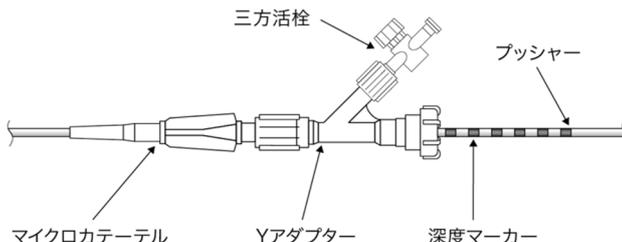
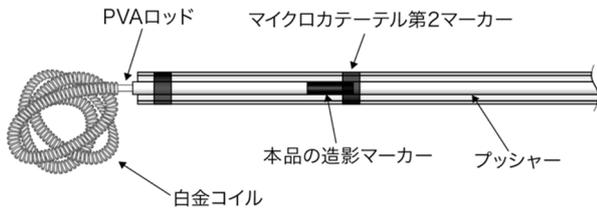

図 2. 深度マーカーの到達状態概略図
図 7. 造影マーカの位置合わせ状態概略図
本品の深度マーカーは、有効長 150cm のマイクロカテーテルとの併用を意図して設計されている。深度マーカーは、有効長 150cm のマイクロカテーテルに本品を挿入していく際、マイクロカテーテルに接続した Y アダプターの手元側に深度マーカーが到達した状態 (図 2) で、マイクロカテーテルの先端から白金コイル先端が出ない位置を示している。
(3) 本品の挿入
- ① 本品を破損させないようにシースをケースからゆっくり引き出す。
- ② 本品を挿入する前に、シースを透かしてプッシャーと白金コイルが直接接触していないことを確認する。
- ③ 本品挿入のためにアダプターのリングを緩める。
- ④ シース先端を破損させないように注意しながらしっかりとマイクロカテーテルのポートに突き当て、白金コイル及びプッシャーを変形させないように、ゆっくりとプッシャーを押して本品をマイクロカテーテル内に挿入する。[シース先端を破損させたり突き当てが不十分な場合は白金コイルがスタックしたりするおそれがある。]
- ⑤ プッシャーを後端までシース内に押し込んだ所で、シースをマイクロカテーテルのポートから外し、露出したプッシャーを固定しながらプッシャー後端部からシースを取り除く。
- ⑥ プッシャー近位端に深度マーカーがあることを確認する。
- ⑦ 図2の通り、マイクロカテーテルに接続されたYアダプターの手元側に深度マーカーが到達するまで、プッシャーを注意して進める。
- ⑧ X線透視下でマイクロカテーテルの先端まで白金コイルを進め、本品の白金コイル後端がマイクロカテーテルの第2マーカー(手元側)を越えたことを確認する。
- ⑨ EDクリップを本品のプッシャー後端に接続し、赤ランプの点灯ならびにブザーの連続音が鳴ることを確認する。[本品の白金コイル後端がマイクロカテーテルの第2マーカー(手元側)を越える前に接続すると、離脱装置が反応しないことがある。その場合は、一旦EDクリップを外して、本品の白金コイル後端がマイクロカテーテルの第2マーカー(手元側)を越えたことを確認してから離脱装置のRESETボタンを押す。]
(4) 白金コイルの離脱(デタッチ)
- ① X線透視下で、マイクロカテーテルの先端が適切な位置にあることを確認しながら、ゆっくりと白金コイルを押し出す。
- ② 図7の通りマイクロカテーテルの第2マーカー(手元側)に本品の造影マーカー後端が重なった位置で挿入を止める。その際に離脱装置の赤ランプが緑ランプに変わり、ブザー音が止まることを確認する。